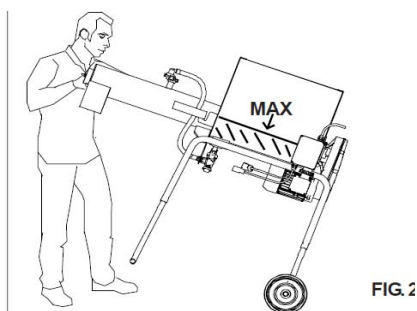
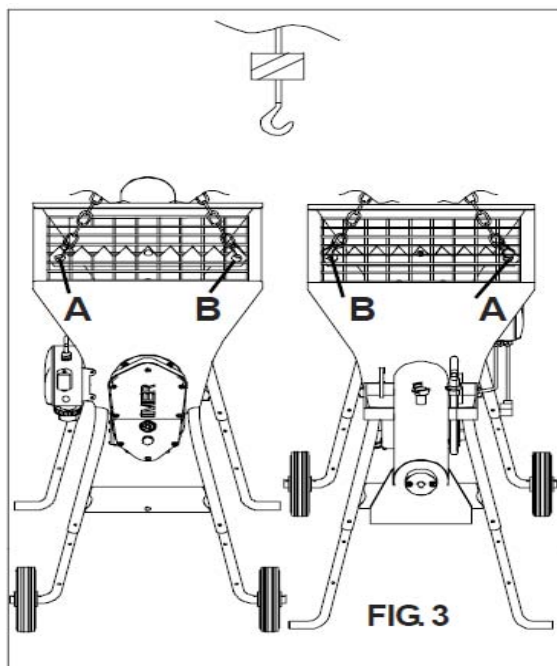

FIG. 2
FIG. 3
### 8. TRANSPORTIERBARKEIT (siehe Abb. 2 und Abb. 3)
Den Mixer an den Transportgriffen anheben und in die gewünschte Richtung schieben (Abb. 2).
**- ACHTUNG! Die Maschine darf ausschließlich anhand der in Abb. 3 gezeigten Hubpunkte angehoben werden.**
Die Maschine anhand der hierfür vorgesehenen vier Ringe transportieren (Abb. 3).